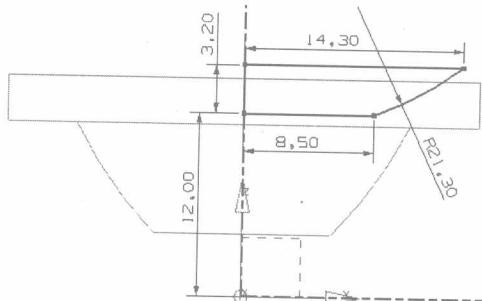
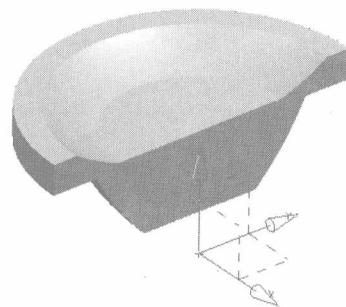

图1-5
图1-6
- (1) 在菜单栏中选取【插入】/【设计特征】/【回转】命令，弹出【回转】对话框，激活【草图截面】，弹出【创建草图】对话框。
- (2) 设置类型为【在平面上】方式，选取  $yc-zc$  平面作为草绘的平面，单击 确定 按钮进入草图，绘制图 1-5 所示的图形。
- (3) 在【草图生成器】工具条中单击 完成草图 按钮，退出草绘界面，返回【回转】对话框。
- (4) 指定  $zc$  轴作为回旋中心轴，输入角度值为“180”。
- (5) 在【布尔】栏中设置布尔的方式为【求差】，单击 确定 按钮创建回转特征，如图 1-6 所示。